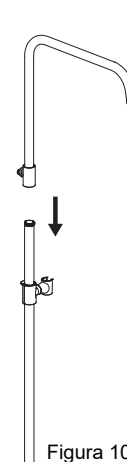
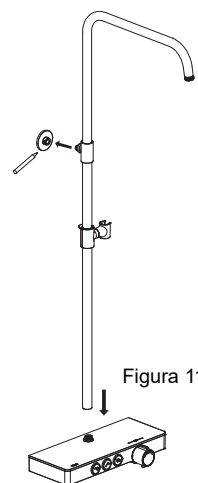

Figura 10
Figura 11
- Conecte el tubo del brazo superior al riel elevador (Figura 10). Conecte el riel elevador a la barra de ducha termostática y marque la posición del conector del tubo en la pared (Figura 11).